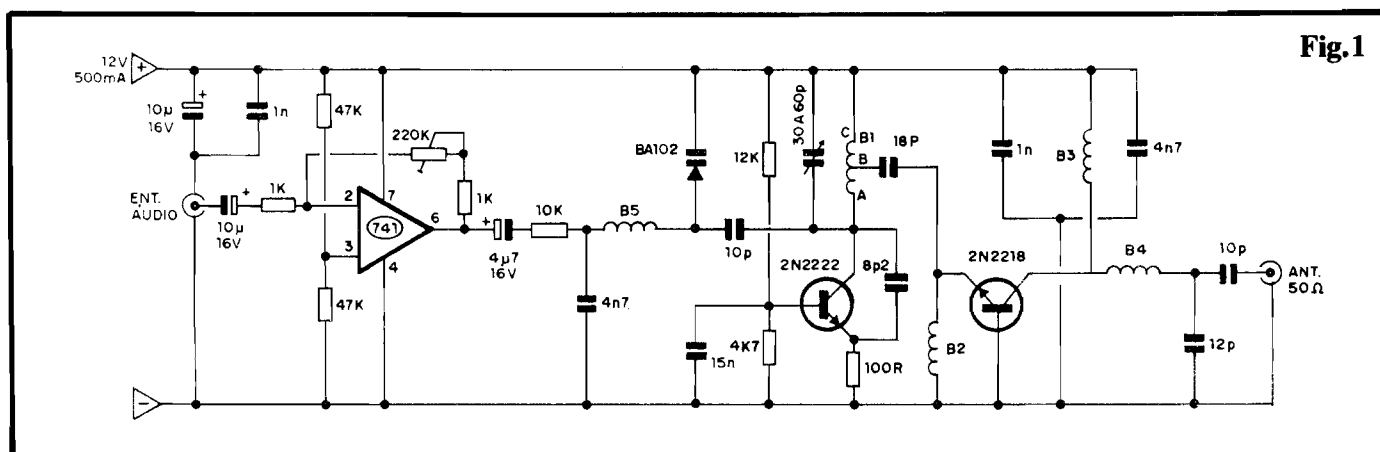

Fig.1
- FIG. 1 - O CIRCUITO - São três os blocos ou estágios básicos do circuito: um amplificador de áudio (centrado no Integrado 741), um oscilador de RF modulado (2N2222 e "adjacências") e um amplificador final de RF (2N2218